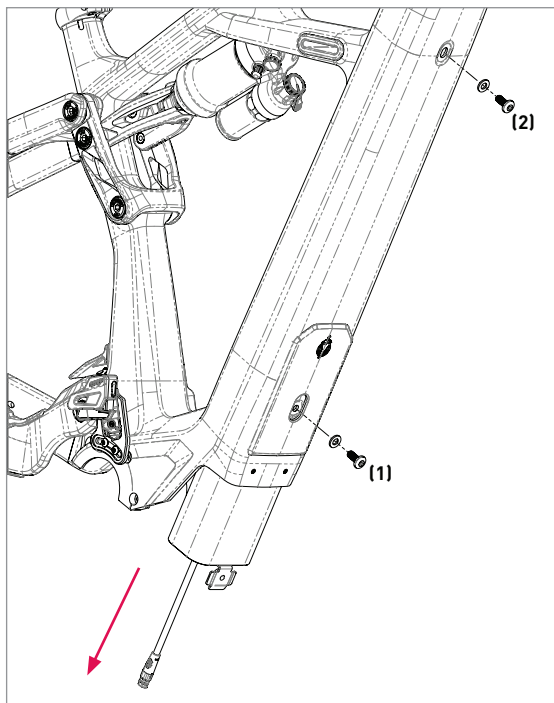

Figure 15
3. À l'aide d'une clé à douille T30, retirez la paire de vis de fixation de la batterie (n° 1 et 2 dans la Fig. 15) et les rondelles situées sous le tube oblique.